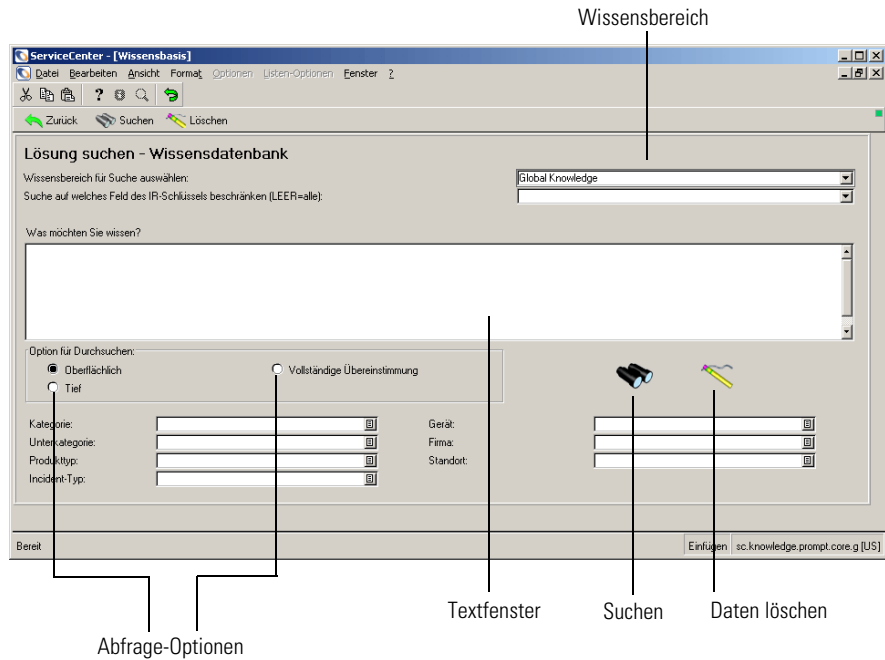

Abbildung 3-11: Suchformular der Wissensdatenbank
- Klicken Sie im Menü **Service Management** auf **Wissensdatenb. durchsuchen**. Abbildung 3-11 zeigt das Suchformular der Wissensdatenbank.